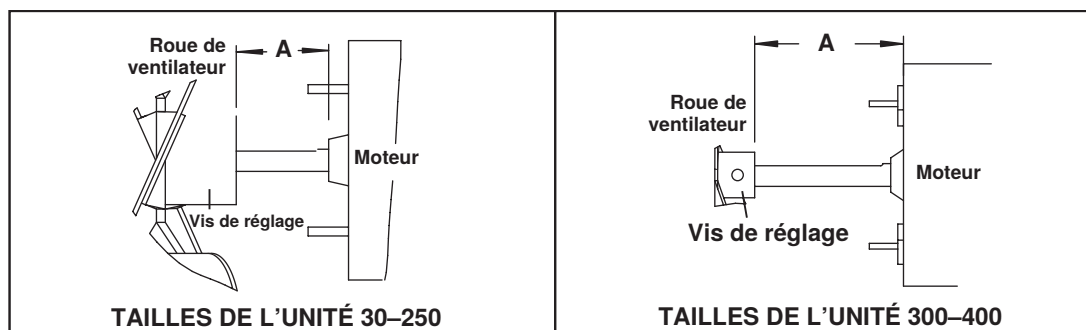

Figure 25. Espacement du ventilateur et du moteur (reportez-vous au Tableau 25)
6. Assurez-vous que la roue du ventilateur est positionnée correctement sur l'arbre (voir Figure 25), que la vis de réglage est serrée conformément au couple indiqué dans le Tableau 25, et que les écrous fixant le moteur à la protection du ventilateur soient serrés à 30 pouces-livres.
*Voir Figure 25 .
*Voir Figure 25.